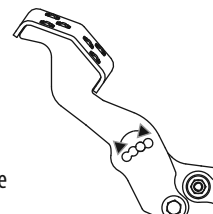

Figure 41
- Réinstallez le matériel précédemment retiré et serrez l'écrou à 28-35 N-m (28-35 lb-pi). Voir Figure 41.